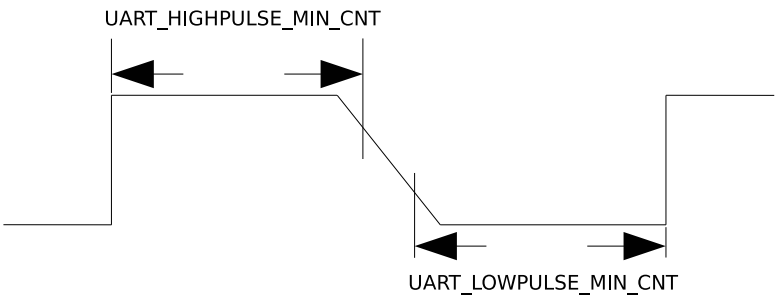

图 26.4-3. UART 信号下降沿较差时序图
- 2. 对于 UART 信号的下降沿信号比较差的情况，如图 26.4-3 所示，这时通过取 UART_LOWPULSE_MIN_CNT 与 UART_HIGHPULSE_MIN_CNT 的和平均得到的值不准确，可以通过 UART_POSEDGE_MIN_CNT 获取发送方波特率。计算公式如下：